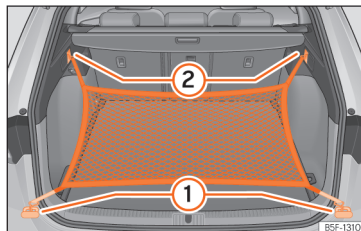

Рис. 196 Багажний відсік: вушка ① й гачки ② для фіксації багажної сітки.
- Зачепіть короткі гачки сітки за вушка >>> **рис. 196 ①** >>> **Δ**. Блискавка відділення багажної сітки повинна бути звернена вгору.
- Зачепіть сітку за гачки для сумок **②**.